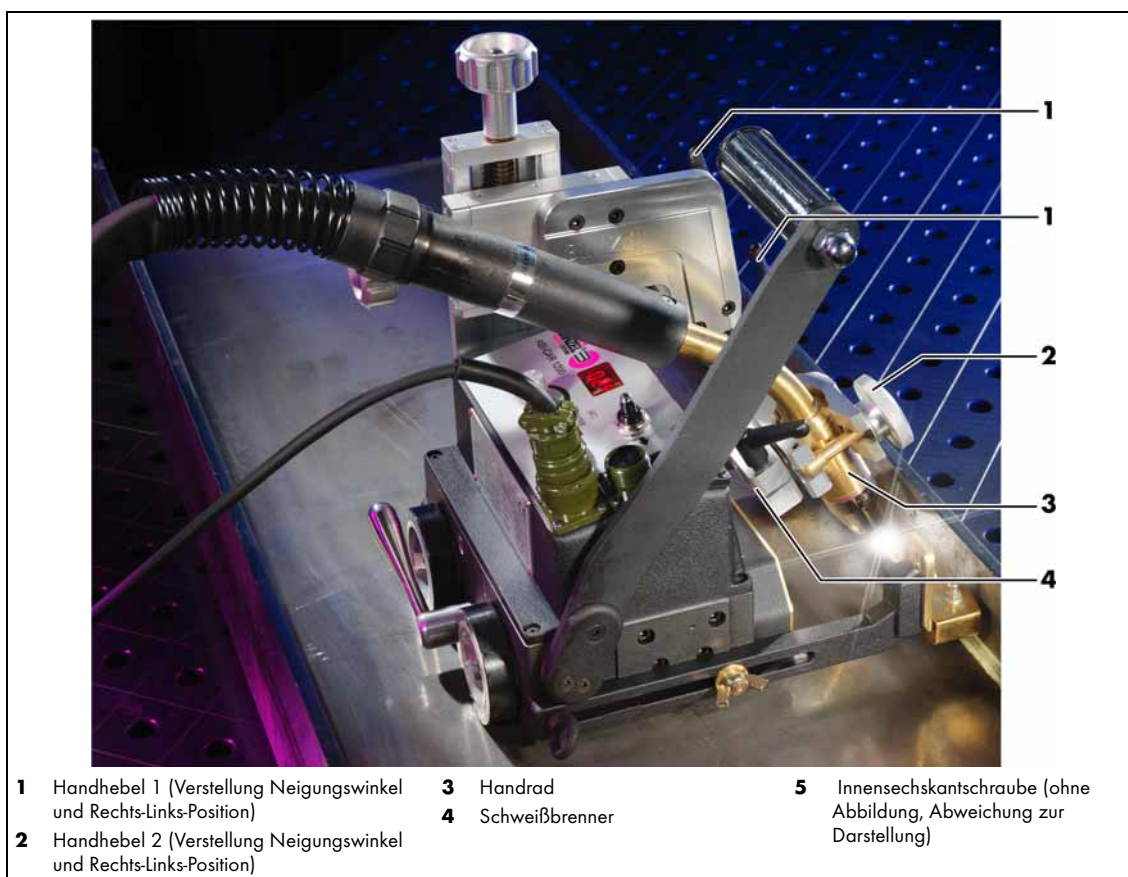

Abb. 11 Schweißbrenner montieren*
* Abb. 11 ist exemplarisch. Gezeigt wird der ABI-CAR E-1200. Abweichungen sind möglich.